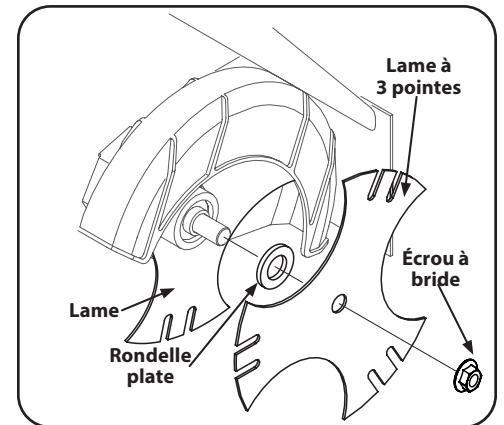

Figure 3-6
1. Utilisez deux clés (une clé pour retenir la tête du boulon et l'autre pour desserrer l'écrou à bride) pour enlever l'écrou qui retient la lame. Ne retirez pas la lame. Voir Figure 3-6.
2. Installez la rondelle plate et l'autre lame fournie avec le coupe-bordures. Voir Figure 3-6.